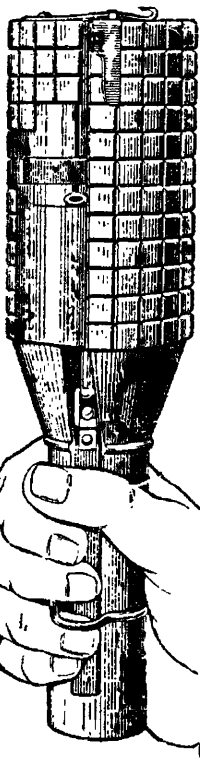

Рис. 25. Как держать гранату для броска
1) взять правой рукой заряженную гранату за рукоятку так, чтобы кольцо поместилось между средним и безымянным пальцами руки, и слегка утопить рычаг боевого взвода (рис. 25);